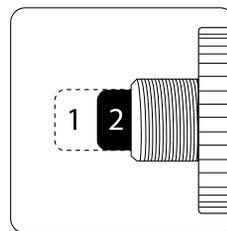

рис. 6
Предохранитель цепи постоянного тока (17) (рис. 6) автоматически отключает питание в том случае, если нагрузка превышает номинальную мощность генератора.